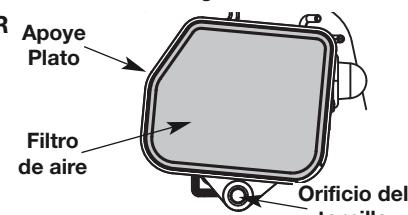

Fig. 25
- Vuelva a colocar el filtro de aire en la placa de base (Fig. 25).
- Retire el filtro de aire (Fig. 25).